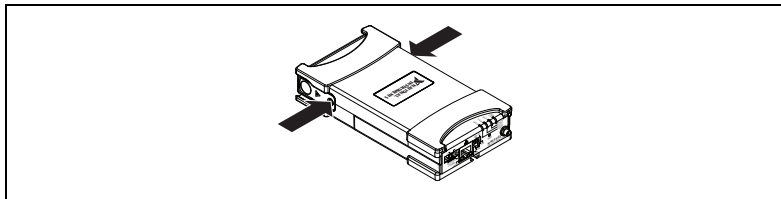

图 2 锁定模块
4. 如图 2 所示，用力按压 C 系列 I/O 模块的连接器一侧，直至卡锁将模块固定在 NI WLS/ENET-9163 外盒内。